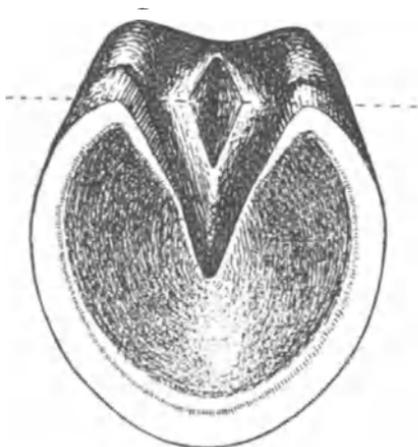

Abb. 65.
4. Man schone besonders die Sohle, den Strahl und die Glasurschicht (Abb. 65).